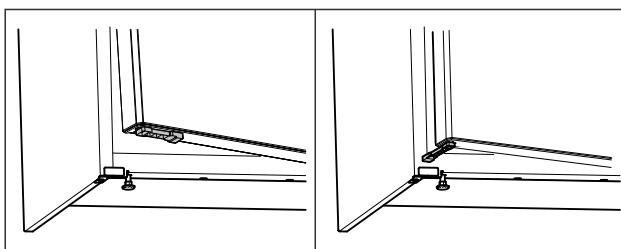

Fig. 63 \*
- Поверните ограничитель открытия двери на 90°. (см. Fig. 63) \*